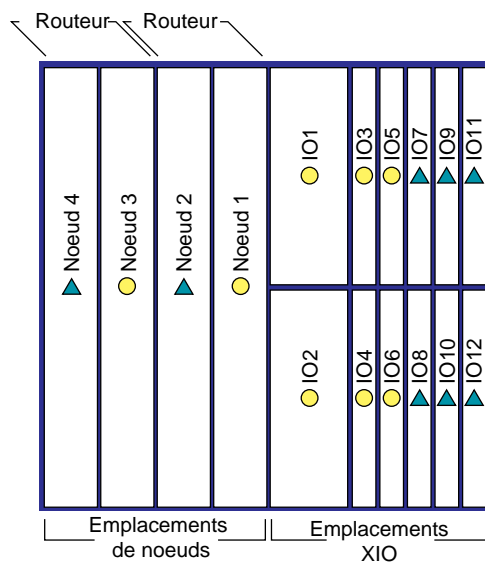

Figure 2-3 Disposition et configuration des cartes d'un module du système
La Figure 2-3 représente sous forme de schéma la corrélation entre la carte nodale et la carte XIO. Les cartes nodales et les emplacements de cartes XIO correspondants sont indiqués par un cercle ou un triangle. Quand le noeud 1 est présent, les emplacements E/S (IO) 1 à 6 (désignés par un cercle) sont activés. Quand le noeud 2 est également présent, les emplacement E/S 7 à 12 (désignés par un triangle) sont alors activés.